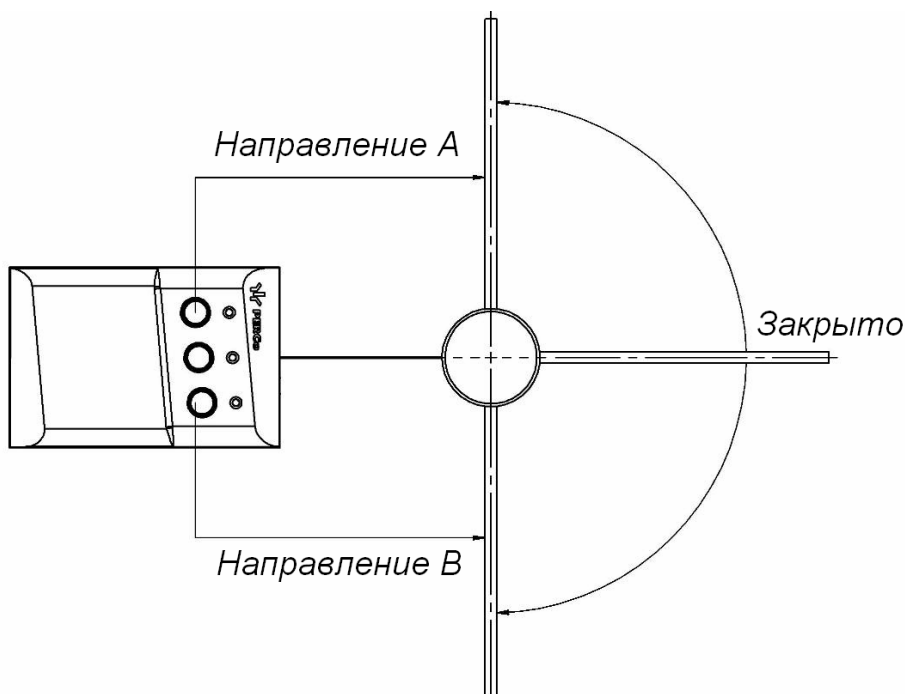

Рисунок 5. Стандартная ориентация ПДУ относительно направления раскрытия створки калитки
- **FireAlarmDir** – разъем предназначен для выбора направления открытия калитки при подаче сигнала аварийной разблокировки **Fire Alarm**. При установленной переключателе створка открывается в направлении А (см. рис. 5), при снятой в направлении В. При поставке переключатель установлен.
Стандартная ориентация ПДУ относительно направления раскрытия створки калитки показана на рис. 5. При необходимости ориентация ПДУ может быть изменена, для этого в схему подключения ПДУ, указанную на рис. 11, необходимо внести изменения в подключении проводов кабеля ПДУ к контактам клеммной колодки **XT2** в соответствии с табл. 2.